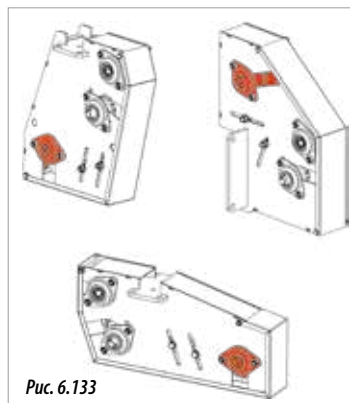
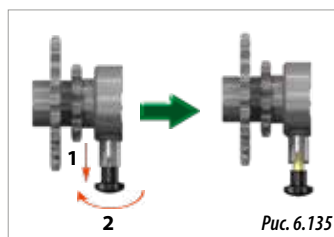
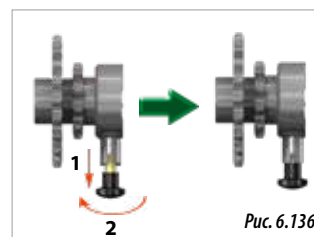

Рис. 6.133
Рис. 6.135
Рис. 6.136
Отключение привода бункера на аппарате для внесения гранулированных удобрений производится в коробке передач бункера этого аппарата (см. раздел 3.1 «ОБЩИЙ ВИД СЕЯЛКИ»). Сеялка поставляется с одним из трех видов коробки передач. Во всех коробках передач на одном из валов установлена муфта (обозначена красным цветом, рис. 6.133).
- 3- Потянуть за фиксатор, который установлен на валу с муфтой (рис. 6.133), и повернуть на 90°, чтобы заблокировать его в положении передачи со свободным ходом (рис. 6.135).
- 3- Потянуть за фиксатор, который установлен на валу с муфтой (рис. 6.133), и повернуть на 90°, чтобы заблокировать его в положении передачи (рис. 6.136).